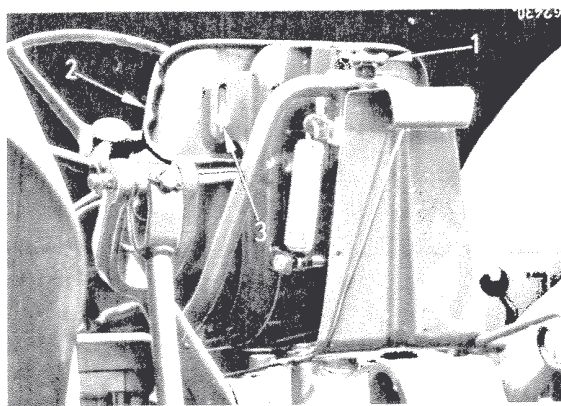

Fig. 12 - Réglage de la suspension du siège
Le dossier (2, Fig. 12) peut également être réglé en hauteur après avoir desserré les écrous à oreilles (3).